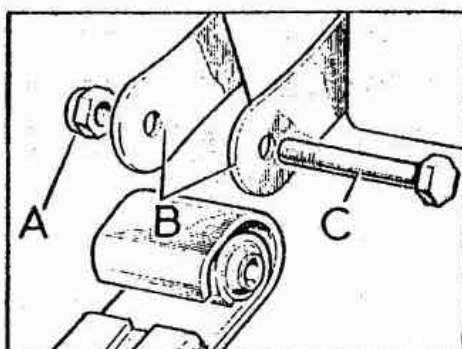

Fig. E -23 Elementos de fijación - traseros de la ballesta
- 1.5. Soltar la tuerca, A (Fig. E -23), del bulón, C.